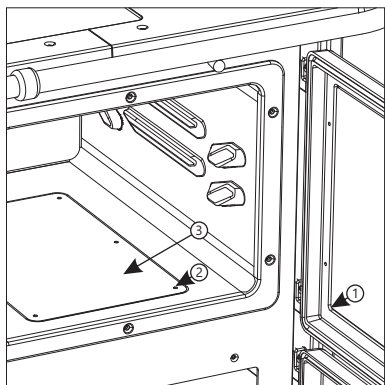

Figure 10
Nettoyage des conduits des produits de combustion en dessous du fourneau (figure 10) - ouvrir la porte du fourneau (1), dévisser 6 vis (2) au fond du fourneau et enlever le couvercle du fond du fourneau (3). Utiliser l'accessoire fourni pour nettoyer les dépôts de suie du fond de la cuisinière et en dessous du fond du fourneau. Une fois le nettoyage terminé, remettre le couvercle du fond du fourneau en position initiale et le fixer avec les vis.